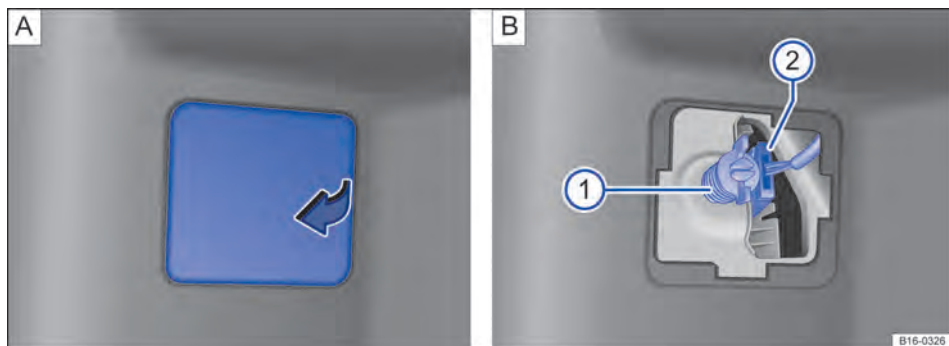

Fig. 183 Lateralmente no compartimento de bagagem: **A** abrir a cobertura do revestimento lateral traseiro, **B** remover a lanterna traseira.
3.	Retirar a cobertura do revestimento lateral traseiro → Fig. 183 A .
4.	Desparafusar o parafuso de fixação da lanterna traseira → Fig. 183 B ① e retirar a lanterna traseira cuidadosamente da carroceria. Retirar o conector → Fig. 183 B ② do suporte da lâmpada.
9.	Segurar a lanterna traseira na posição de montagem com uma das mãos e rosquear o parafuso de fixação com a outra mão → Fig. 183 B ①.